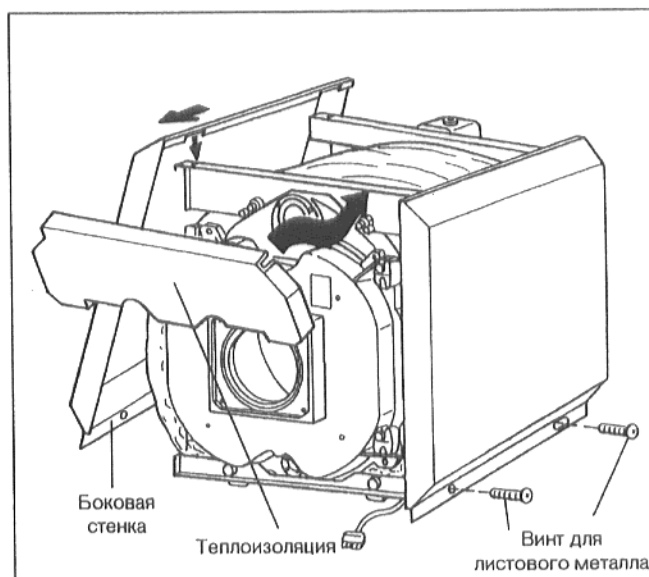

рис. 30
- Надеть теплоизоляцию с прорезями на переднюю окантовку верхней траверсы (рис. 30).
- Боковую стенку вставить вырезами в прорези верхних траверс и продвинуть вперед до упора (рис. 30).
- Привинтить боковые стенки внизу к нижним траверсам, используя по два винта для листового металла (рис. 30).
- Передний кожух установить между боковыми стенками таким образом, чтобы вырез попадал поверх траверсы (рис. 30).